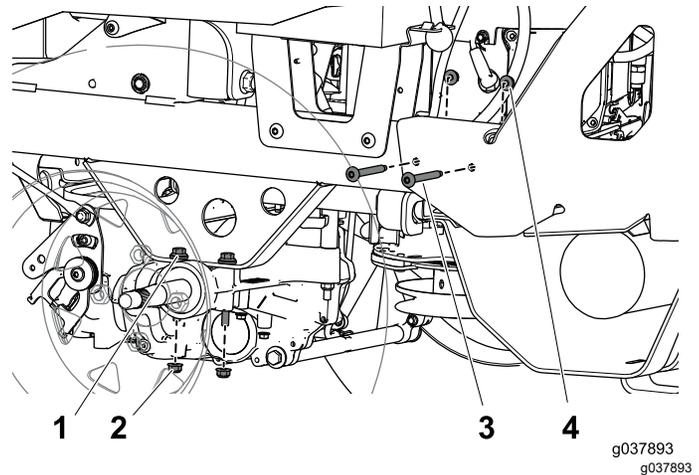

Figure 11
2. Retirez les boulons et écrous qui fixent le côté gauche de la protection arrière au cadre et mettez-les au rebut (Figure 11).
3. Retirez et mettez de côté les 2 écrous à embase qui fixent l'entraînement gauche au cadre (Figure 11).